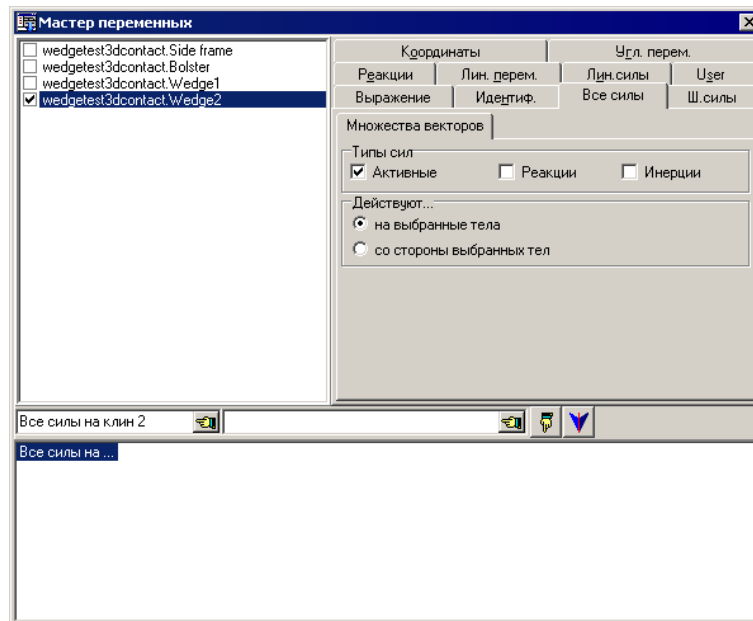

Рис.4.52. Создание множества векторов сил, действующих на тело Wedge2
- Контактные силы, рассчитанные по модели 3D контакта можно визуализировать в анимационном окне программы **UM Simulation**. Для этого (1) наведите мышку на тело (убедитесь, что **Режим выбора элементов с помощью мыши** включен, ) и выберите в контекстном меню пункт **Показать силы для [Имя\_тела]**, либо (2) в **Мастере переменных** перейдите на закладку **Все силы/Множества векторов**, выберите интересующее вас тело в списке слева и необходимые опции в группах **Типы сил** и **Действуют**, см. рис. 4.52. Обратите внимание, что контактные силы относятся к **Активным** силам, поэтому для визуализации в анимационном окне необходимо включить только флажок **Активные** из группы **Типы сил**. Вместе с тем, в этом случае будут показаны все активные силы, действующие на тело, а не только контактные силы, в том числе, например, силы тяжести и т.д. Подробнее о построении векторов сил в анимационных окна см. п. 4.3.5.1 *Визуализация векторов/траекторий*, стр. 4-40.